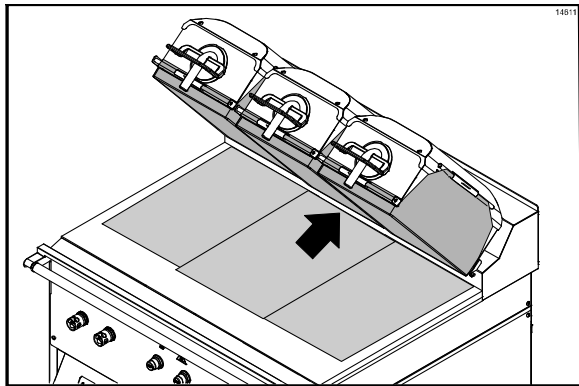

Abbildung 77
52. Die rückwärtige Kante der dritten unteren Trennfolie am rückseitigen Spritzschutz sowie auf die Mitte des Grills ausrichten. Die mittlere Trennfolie überlappt die Kanten der beiden anderen Trennfolien. (Siehe Abbildung 77.)